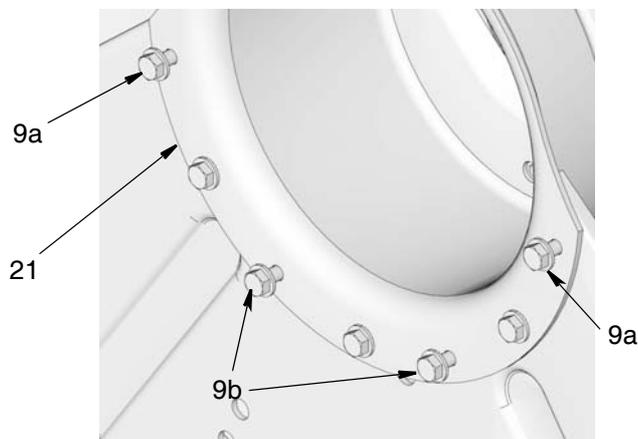

FIG. 6
2. Retirez quatre des boulons de montage (9a et 9b, la Fig. 6) à partir du support de montage du moteur (21). Ces trous seront utilisés pour fixer le module à moteur (26) au support de montage du moteur (21).